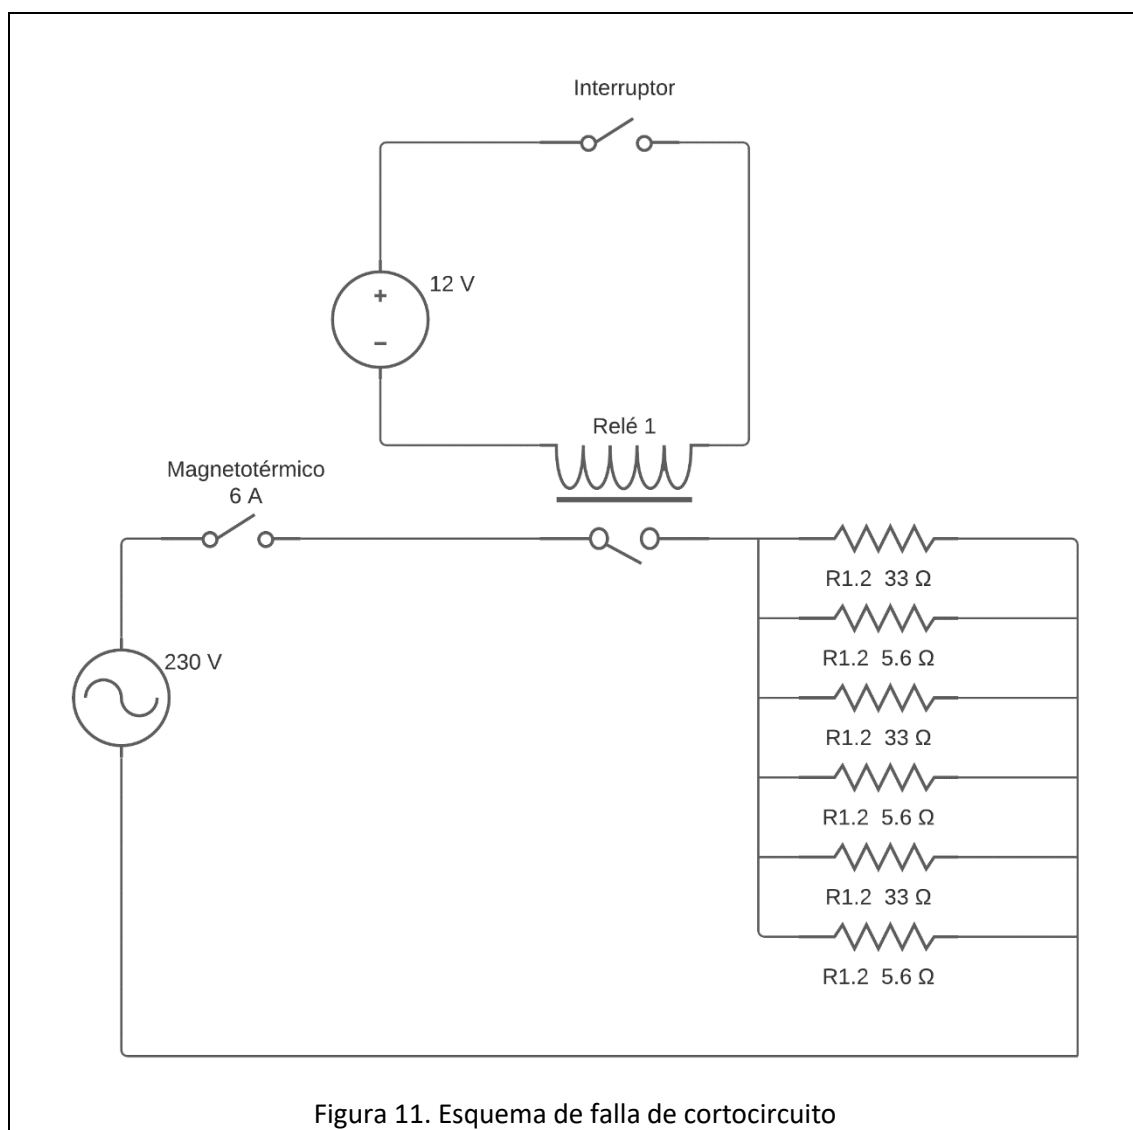

Figura 11. Esquema de falla de cortocircuito
Para este esquema se ha seleccionado el único esquema que se ha diseñado. No fue necesario buscar otras alternativas debido a que el propio circuito ya constaba con las características necesarias: que funcione correctamente y sea interactivo con el usuario. Además tampoco hay ningún problema con su implementación, por lo que se acaba seleccionando el circuito que se puede ver en la Figura 11.
- Esquema de cortocircuito: El esquema que se usó para esta simulación está basado en el que se muestra en la Figura 11. Uno de los cambios efectuados fue la colocación de